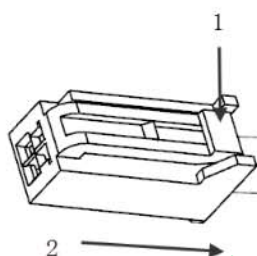

图8-1-6 防盗警示灯等接插件拆卸示意图
a. 拆卸防盗警示灯、座椅记忆开关、门灯接插件：如图8-1-6，用力沿箭头1方向压住卡脚，再向箭头2方向拔出线束插头。